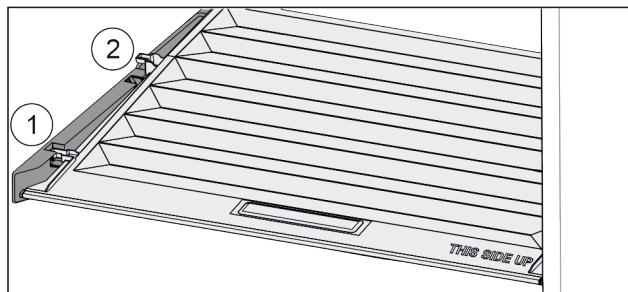

Fig. 46
► Потянуть крышку до отверстия в поддерживающих деталях вперед Fig. 46 (1).
► Поднять сзади снизу и извлечь Fig. 46 (2) движением верх.